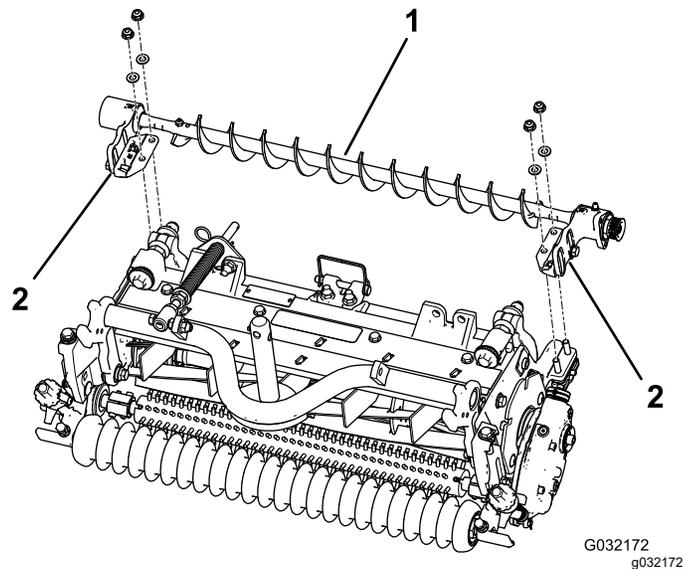

图 4
- 将左侧或右侧的滚筒刷组件安装支架固定到滚筒支架螺栓上图 4。